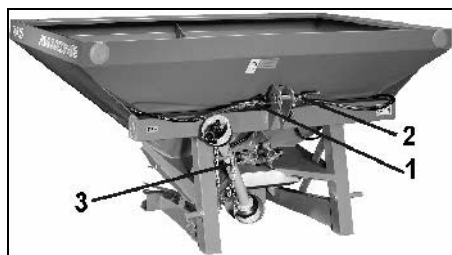

Fig. 20
- Placera hydraulslangarna (Fig. 20/1 och Fig. 20/2) i de avsedda hållarna.
- Placera kraftöverföringsaxeln (Fig. 20/3) i hållaren (se bild).